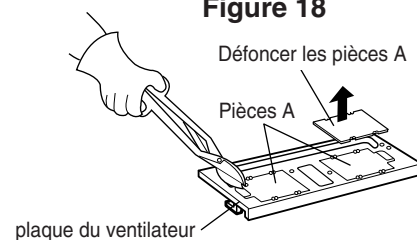

Figure 19
2. Utiliser une pince à coupe de côté ou des ciseaux à métaux pour découper et enlever les pièces A de la plaque du ventilateur. Mettre les pièces A au rebut. Faire attention à ne pas tordre la plaque. Voir la figure 19.